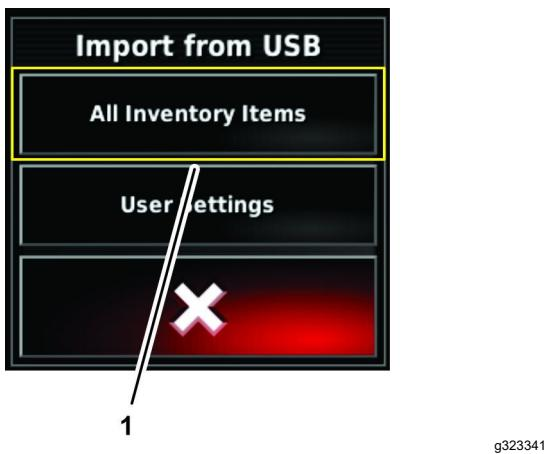

Figura 17
4. En el cuadro de diálogo Importar desde USB, pulse el icono TODOS LOS ELEMENTOS DE INVENTARIO (Figura 17).